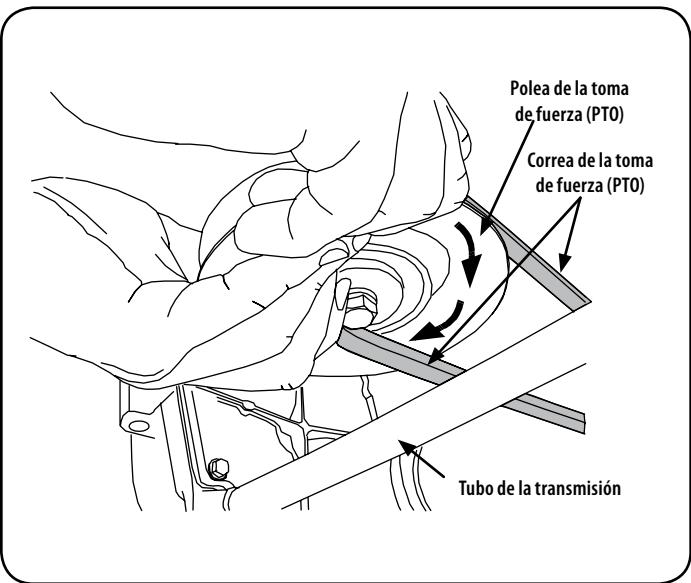

Figura 17
- Mientras sostiene la correa hacia abajo, siga girando la polea del PTO hasta que la correa se deslice fuera de la polea. Consulte la Figura 17.
- Tire del lado derecho de la correa hacia atrás y colocar el lado estrecho V de la correa en la polea del PTO. Ver Figura 17.
- Mientras sostiene la correa y la polea juntas, rote la polea hacia la izquierda (Ver Figura 17). Continúe oprimiendo y girando la polea y la correa hasta que la correa esté totalmente enrollada en la polea del PTO.